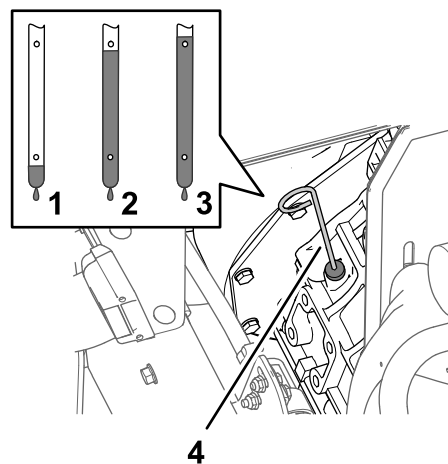

Figura 74
7. Aggiungete lentamente olio aggiuntivo specificato per portare il livello fino al segno Full sull'asta di livello (Figura 74).